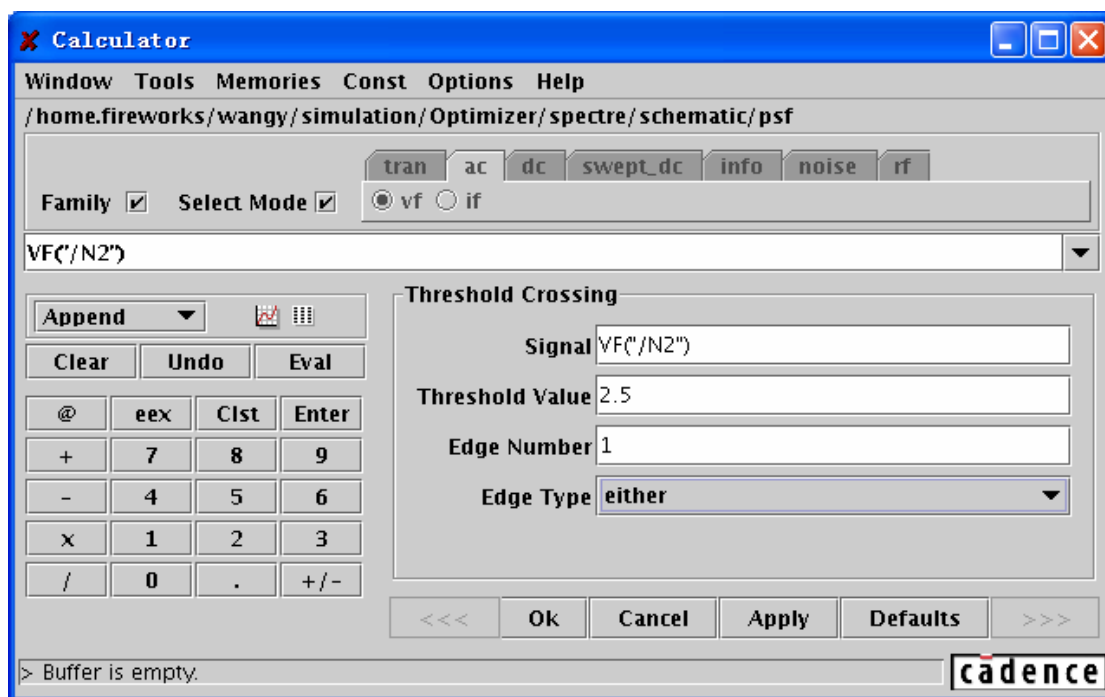

图 8.36 “cross” 函数计算设定窗口
- 2) 在函数窗口中点击“cross”函数。然后函数窗口将变为如图 8.36 所示的“cross”对话框。